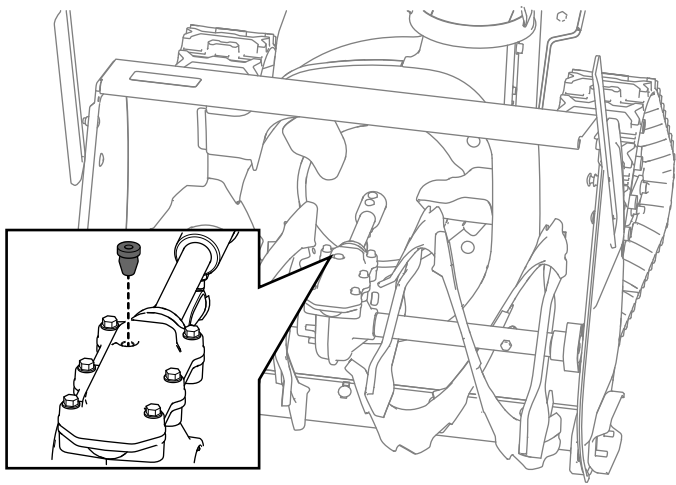

Figura 33
2. Curățați zona din jurul dopului de eavă și scoateți dopul de la cutia de viteze (Figura 33).